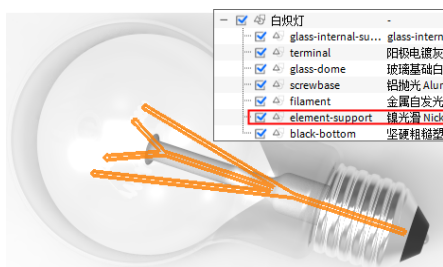

图 10-62 添加材质给导电丝
- 再接着给灯泡内部的导电丝添加材质（金属镍），将左侧的“材质”库的“镍光滑”材质直接拖动到右侧“场景”组下的 ☒ **element-support** 导电丝图层上，如图 10-62 所示。